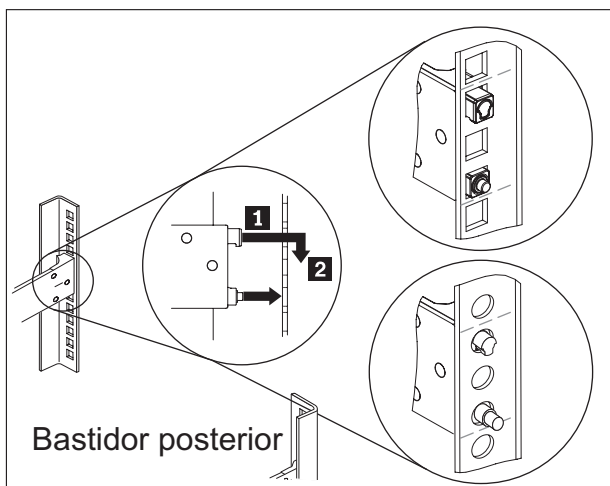

Figura 10. Com instal·lar la part posterior de les guies
2. Instal·leu la part posterior de les guies, tal com es mostra a Figura 10: